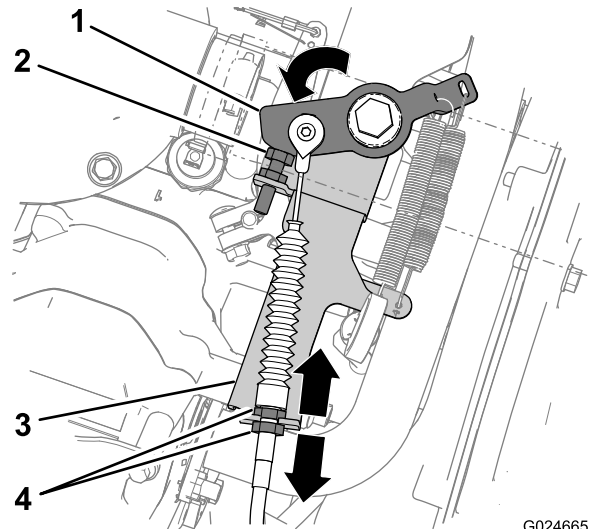

Figura 87
- Afloje la contratuerca interior del cable del acelerador y apriete la contratuerca exterior para reducir la distancia (Figura 87).
- Afloje la contratuerca exterior del cable del acelerador y apriete la contratuerca interior para aumentar la distancia (Figura 87).
4. Asegúrese de que las contratuercas del cable del acelerador están bien apretadas (Figura 87).